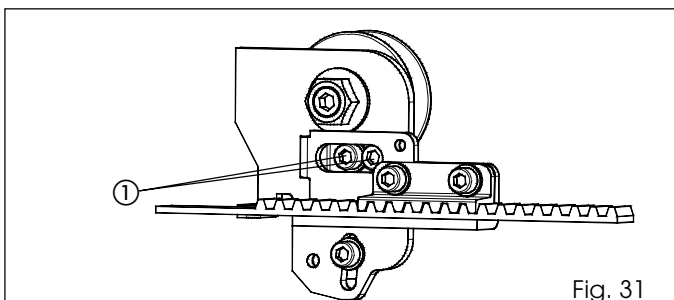

Fig. 31
- Desserrer les deux vis (fig. 31 réf. ①) sur les deux chariots.